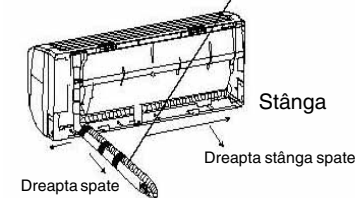

Fig. 2
4. Conectați firul albastru al cablurilor de alimentare la borna "N(1)" a tabloului de conexiune, conectați firul negru la borna "2", conectați firul maro la borna "3" și conectați firul galben-verde (firul de pământare) la borna "(⊕)" (vezi Fig. 2).
2. Trageți țeava de îmbinare afară din carcasa inferioară. Utilizați bandă adezivă pentru a lega cum trebuie țeava de îmbinare, cablul electric și furtunul de evacuare, și apoi treceți-le prin gaura țevii de îmbinare (Vezi Fig. 2).
- Funcționare de test (Fig. 2 pagina 379)